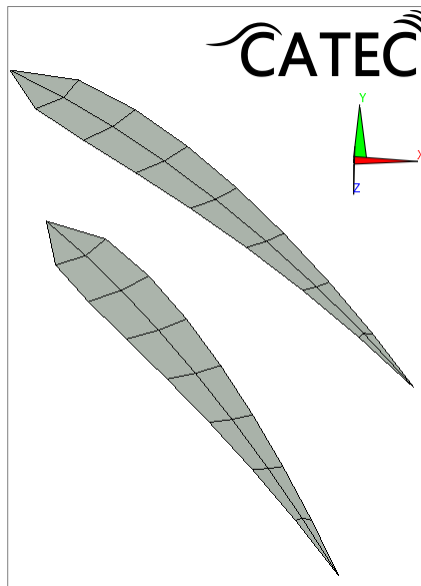

Рисунок 422 – Результат генерации сетки сечений лопасти с разбиванием передней и задней кромки на два элемента
– флажки «Разбить переднюю кромку на два элемента», «Разбить заднюю кромку на два элемента» – при установленном флажке после выполнения генерации сетки сечений лопасти в окне трехмерной визуализации модели отобразятся сечения, в которых элементы передней и задней кромки будут состоять из двух треугольных элементов (Рисунок 422). Остальные элементы остаются четырехугольными.